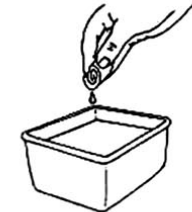

Fig.23
3. Laver le filtre avec un détergent et de l'eau. (Fig.23). Rincer le filtre entièrement. Enlever l'eau du filtre. Le laisser sécher complètement.